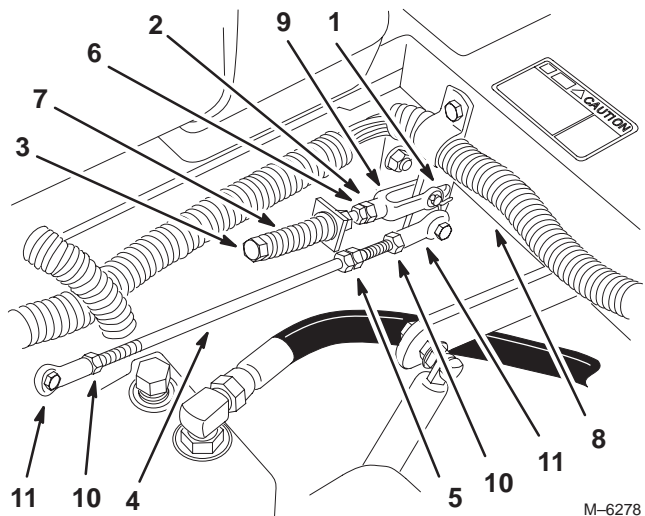

Figure 54
4. Tirez ensuite le levier en arrière jusqu'à ce que l'axe de chape (situé sur le bras au-dessous de l'axe de pivot) touche l'extrémité de la fente (c.-à-d. commence juste à appuyer sur le ressort) (Fig. 54).
6. Si un réglage s'impose, desserrez l'écrou et l'écrou de blocage vissés contre la chape (Fig. 54).
7. Appliquez une légère pression à l'arrière du levier, et tournez la tête du boulon de réglage dans le sens voulu pour centrer le levier à la position de verrouillage du point mort (Fig. 54).
8. Serrez l'écrou et l'écrou de blocage (Fig. 54).
1. Desserrez les contre-écrous sur les rotules de la tige de commande de la pompe (Fig. 54).
3. Réglez la longueur de la tige de pompe en tournant les doubles écrous dans le sens voulu, jusqu'à ce que la roue soit immobilisée ou tourne légèrement en marche arrière (Fig. 54).
6. Serrez les contre-écrous contre les rotules (Fig. 54).